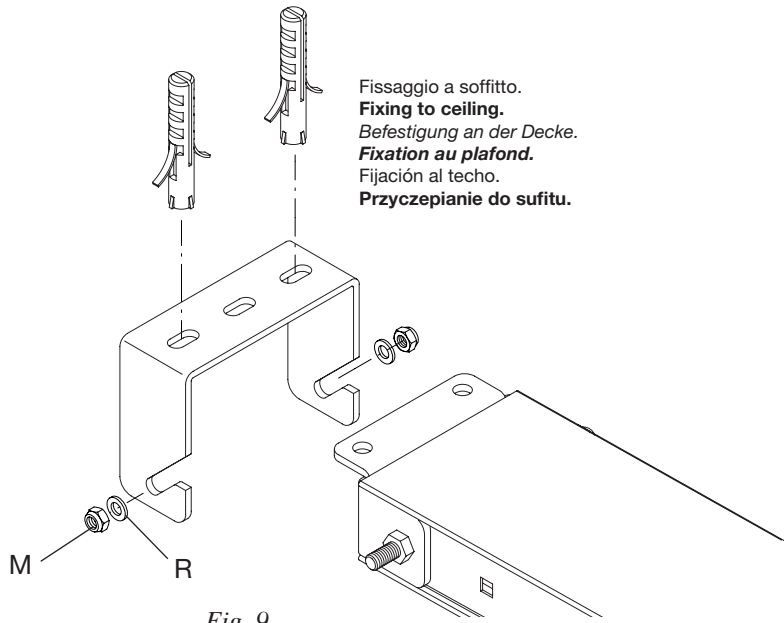

Fig. 9
- fissare la staffa di aggancio S al muro (Fig.8) o al soffitto (Fig.9), tracciando in corrispondenza al centro della porta i due punti di fissaggio. Agganciare la rotaia alla staffa e fissarla con i dadi M e le rondelle R. Posare il corpo motoriduttore a terra.